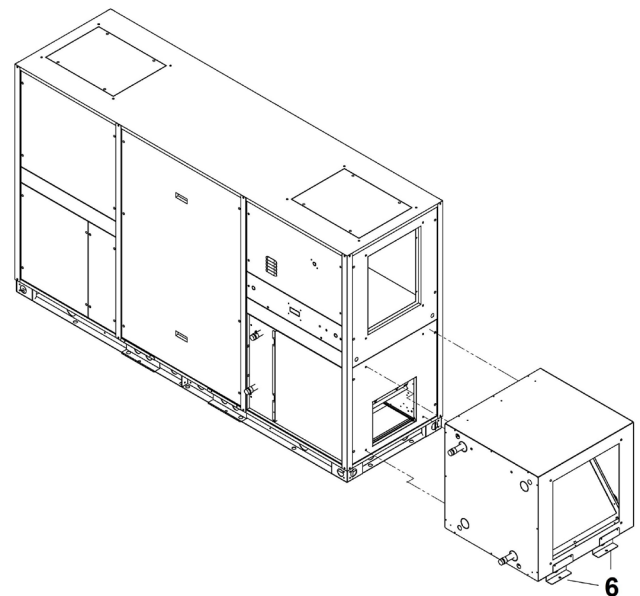

Fig.15
Tale materiale trova applicazione in caso di connessione diretta all'unità base nella sola configurazione orizzontale; per l'unità verticale, la sezione è dotata di piedini d'appoggio (6 Fig. 15).
This kit is to be used in case of direct connection to horizontal unit only; for vertical unit, the section is equipped with support feet (6 Fig. 15).
**POSIZIONAMENTO (Fig. 15)**
- La sezione con batteria ad acqua deve essere posizionata di fronte alla bocca di mandata della macchina. Il collettore contrassegnato dall'etichetta "USCITA ACQUA" deve trovarsi dal lato della macchina (1).
- Rimuovere il pannello laterale (2) della sezione con batteria ad acqua, svitando le viti di fissaggio (4).
- Avvitare parzialmente 4 viti M8 negli inserti presenti ai vertici della bocca della macchina (3).
- Fissare nuovamente il fianco della sezione (2).
- In alternativa il modulo può essere installato lungo un tratto di canale rettilineo: in questo caso utilizzare tutte le 4 staffe di fissaggio con antivibrante per assicurare il modulo al soffitto (5).
- Anche nella versione verticale, può essere installato lungo un tratto di canale rettilineo: in questo caso utilizzare tutti i 4 piedini di fissaggio per assicurare il modulo al basamento (6).
**POSITIONING (Fig. 15)**
- The section with water coil must be positioned in front of the machine flow vent. The collector marked by the "WATER OUTLET" label must be at the side of the machine (1).
- Remove the side panel (2) of the section with water coil, loosening the screw fasteners (4).
- Partially tighten the 4 M8 screws into the inserts present at the tops of the machine event (3).
- Fix the side of the section again (2).
- Alternatively the module can be installed in a straight duct section: in this case use the all four anti vibration mounts to anchor the module to the ceiling (5).
- Also in the vertical version, it can be installed along a stretch of straight channel: in this case use all 4 fixing feet to secure the module to the base (6).